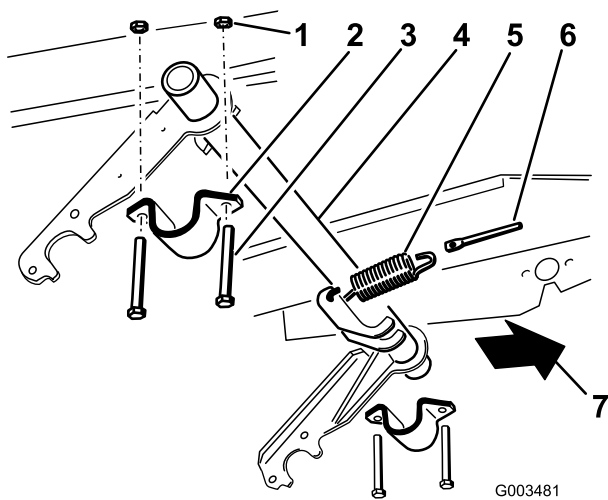

Bild 5
1. Verbinden Sie die Verlängerungsfeder mit einem der Federhebel am Schwenkrohr und der Federstange (Bild 5).
2. Installieren Sie die Schwenkrohrhalterung lose an der rechten Seite (Bild 5).
3. Schieben Sie die rechte Seite des Schwenkrohrs in die rechte Schwenkrohrhalterung (Bild 5).
5. Heben Sie die linke Seite des Schwenkrohrs zum Rahmen an und befestigen sie mit einer Schwenkrohrhalterung, 2 Schrauben (3/8" x 3") und 2 Sicherungsmuttern (3/8") (Bild 5).